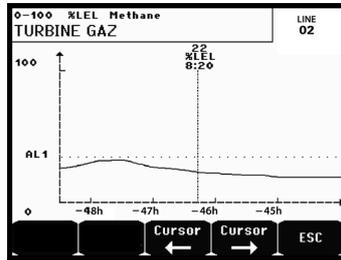

Abbildung 18: Beispiel eines Bildschirms mit Kurvenanzeige
H.	Funktionstasten. <ul style="list-style-type: none"> ■ Menü: Anzeige des Hauptmenüs Siehe Abschnitt „Hauptmenü“ auf Seite 29. ■ Kurve: Anzeige der Messkurven der letzten 10 Tage (Abbildung 18). Mit den Tasten → und ← kann der Cursor durch die Zeitskala bewegt werden. Die vertikale gepunktete Linie zeigt die Konzentration und den Zeitstempel des berücksichtigten Punkts an. Escape: kehrt zur Anzeige der Werte zurück.